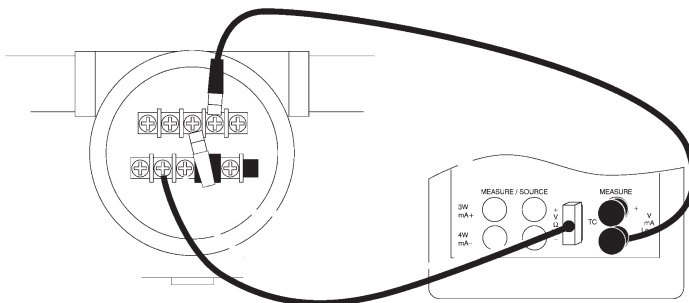

Figure 21. Calibrage d'un émetteur
4. Connecter le calibrateur à l'émetteur, comme montré sur la figure 21.